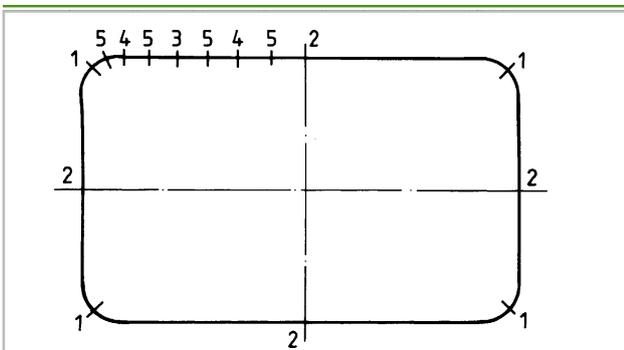
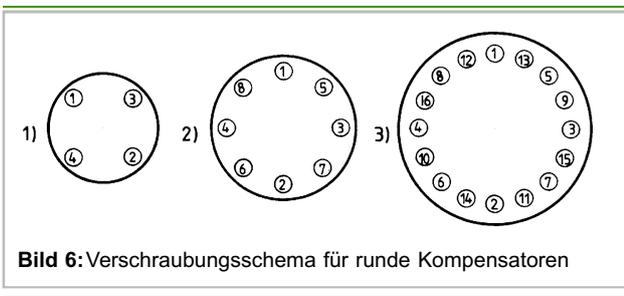

Bild 5: Verschraubungsschema für eckige Kompensatoren
Bild 6: Verschraubungsschema für runde Kompensatoren
4.5 Beginnen Sie mit dem Anziehen der Schrauben. Dabei sind die Schrauben zunächst mit ungefähr dem halben Drehmoment anzuziehen. Danach erfolgt in einem zweiten Durchgang das Anziehen auf das angegebene Drehmoment. Beachten Sie dazu bitte Bild 5 für eckige Kompensatoren und Bild 6 für runde Kompensatoren.